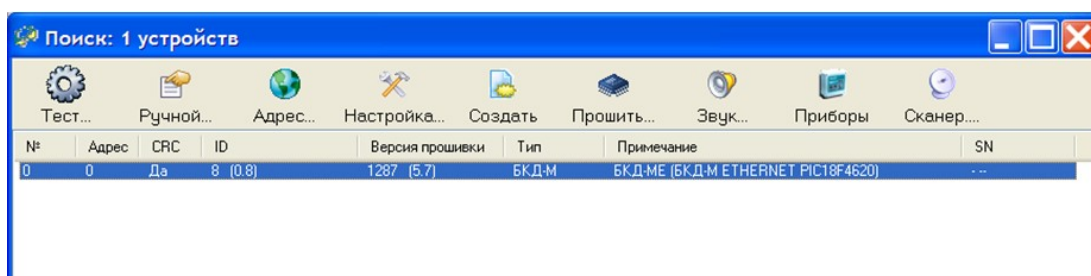

Рисунок 24 - Перечень найденных устройств
6) Выполнить поиск блоков, нажав на кнопку «Поиск». В результате появится список найденных блоков, где в самой верхней строке будет находиться блок БКД-М (рисунок 24). В столбце «Тип» блок БКД-МЕ будет показан как блок БКД-М.